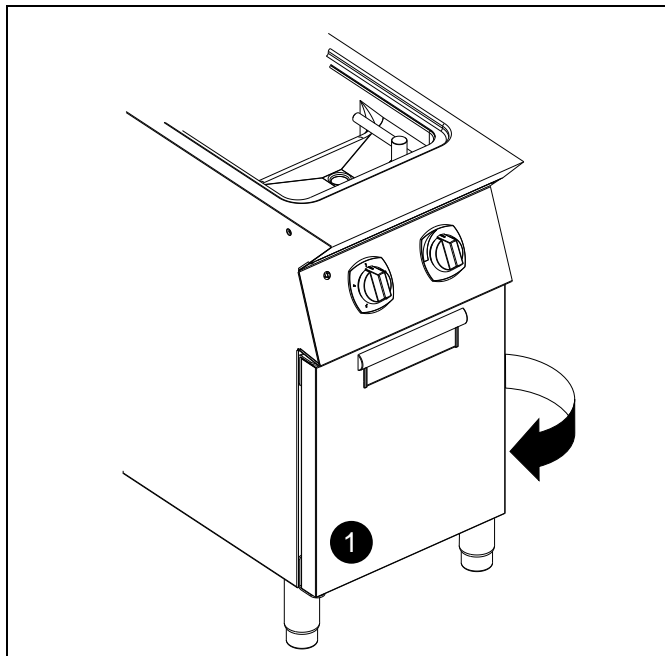

ABB. 1
2. Entfernen Sie die Schraube "N" vom Druckanschluss (siehe ABB. 1).
1. Für den Zugriff auf die Klemmenleiste die Modultür öffnen (siehe Detailzeichnung 1 – ABB. 1).